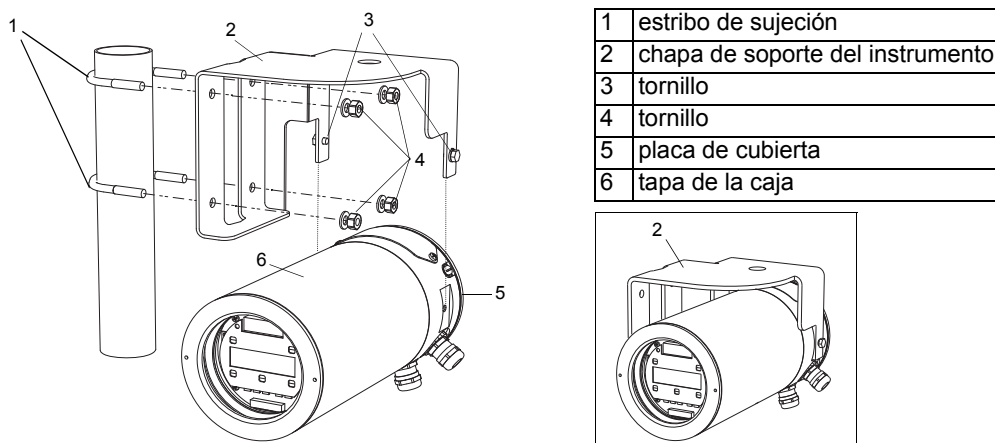

Fig. 7.1: Juego de montaje en tubo
- Fijar la chapa de soporte del instrumento (2) con los 4 tornillos (4) en el muro (véase Fig. 7.1).
- Fijar el convertidor de medición con los 2 tornillos (3) en la chapa de soporte del instrumento (2).
- Posicionar los estribos de sujeción (1) en el tubo (véase Fig. 7.1).
- Fijar la chapa de soporte del instrumento (2) con los 4 tornillos (4) en los estribos de sujeción.